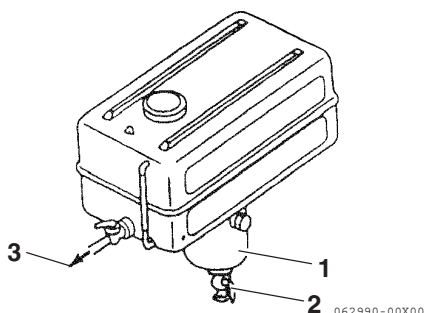

Figura 2
Instale un grifo de drenaje (**Figura 2, (2)**) en la parte inferior del depósito de combustible para eliminar el agua y los contaminantes del vaso de residuos (**Figura 2, (1)**).